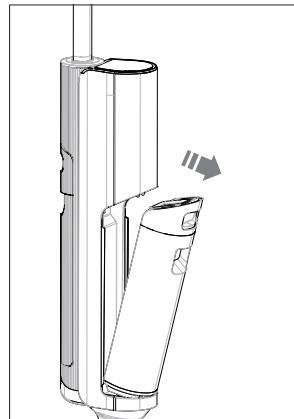

Fig. 11 – Inserimento del serbatoio dell'acqua
- Tenendo il serbatoio dell'acqua sporca leggermente inclinato, inserirlo nella rientranza sul retro dell'apparecchio, quindi premerlo in sede finché non scatta in posizione e non risulta saldamente inserito (**vedere Fig. 11**).